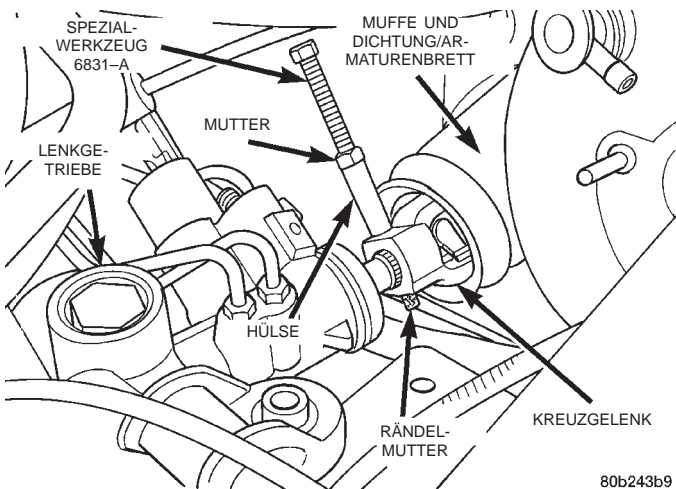

Abb. 17 Zylinderstift aus dem Kreuzgelenk ausbauen
(21) Lenkgetriebe und Zwischenwelle nach vorn in den Motorraum schieben, um den Zylinderstift im Kreuzgelenk der Lenksäule freizulegen.
(22) Mit Spezialwerkzeug 6831A den Zylinderstift aus dem Kreuzgelenk der Zwischenwelle ausbauen (Abb. 17). Den Zylinderstift anhand der folgenden Anleitung ausbauen. Die Rändelmutter vom dünnen
Ende des Werkzeugs abschrauben. Das dünne Ende in den Zylinderstift einsetzen, die Rändelmutter aufschrauben und von Hand festziehen. Die Hülse des Werkzeugs wie gezeigt auf dem Kreuzgelenk ansetzen (Abb. 17). Die Gewindestange des Werkzeugs festhalten und die Mutter festziehen, so dass der Zylinderstift aus seinem Sitz gezogen wird (Abb. 17).